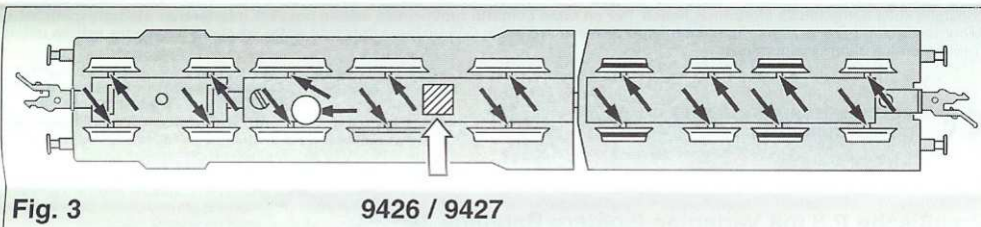

Fig. 3
An der markierten Stelle kann der Schaltmagnet 9426/9427 eingebaut werden (Fig. 3).
Ölen: Geölt werden Motor und Getriebe nur an den gekennzeichneten Lagerstellen (Fig. 3, 4 und 5). Nur FLEISCHMANN-ÖL 6599 verwenden. Nur ein kleiner Tropfen pro Schmierstelle (→), sonst Überölung. Zur Dosierung die in der Verschlusskappe der Ölfflasche angebrachte Nadel verwenden.
The indicated point can be used for locating the **switching magnet 9426/9427** (fig. 3).
**Lubrication:** The motor and gear-box need only be lightly oiled at the bearing points marked (Fig. 3, 4 and 5). Only use **FLEISCHMANN-oil 6599**. Only put a tiny drop in each place (→), otherwise it will be overoiled. An applicator needle is located in the cap of the oil bottle for your use.
L'aimant permanent 9426/9427 peut être monté à l'endroit indiqué (fig. 3).
**Graissage:** Le moteur et les engrenages doivent être huilés uniquement aux endroits indiqués (fig. 3, 4 et 5). N'utilisez que l'huile **FLEISCHMANN 6599**. Une seule goutte par point à lubrifier (→), afin d'éviter tout excès. L'aiguille montée dans le bouchon du petit flacon convient parfaitement à cet usage.
Op de gemerkte plaats kan de **schakelmagneet 9426/9427** gemonteerd worden (Fig. 3).
**Oliën:** De motor en de aandrijving hoeven alleen op de aangegeven plaatsen geolied te worden (Fig. 3, 4 en 5). Alleen **FLEISCHMANN olie 6599** gebruiken. Een klein druppeltje per smeerpunt (→) is heus voldoende, anders wordt de zaak te vet. Voor en juiste dosering het spuitje gebruiken dat wordt bijgeleverd in het olieflesjes.
**Kontaktmagnet 9426/9427** kan monteres på de viste sted (fig. 3).
**Smøring:** Smør kun aksler og gangtøj på de viste steder (fig. 3, 4 er 5). Anvend kun **FLEISCHMANN-olie 6599**. Kun en enkelt dråbe for hvert smørested (→), ellers oversmøres. Til dosering anvendes den lille nål indvendig i skrilåget.
Sul posto segnato può essere installato il **dispositivo di comando 9426/9427** (fig. 3).
**Lubrificazione:** Il motore e l'ingranaggio vengono lubrificati solo nei punti contrassegnati dei supporti (fig. 3, 4 e 5). Utilizzare solo olio **FLEISCHMANN 6599**. Usare soltanto una piccola goccia per ogni punto di oliatura (→), altrimenti si rischia di oliare troppo. Per il dosaggio utilizzare l'ago di cui è provvisto il tappo di chiusura del flacone dell'olio.